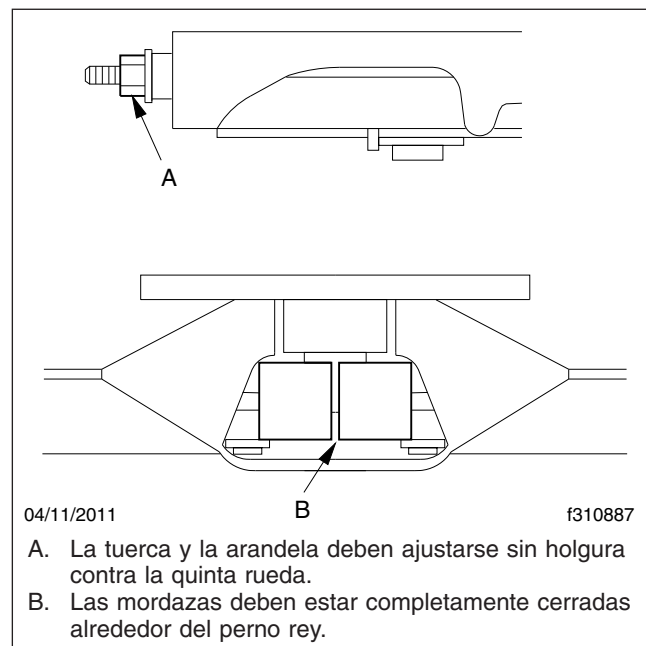

Figura 3, Quinta rueda Holland cerrada correctamente
6. Usando un probador de cierre del perno rey de Holland (n.º de herramienta Holland TF-TLN-5001, disponible mediante los PDC con la designación HLD TFTLN5001), revise el funcionamiento del mecanismo de cierre abriendo y cerrando las mordazas. Vea la **Figura 3**.